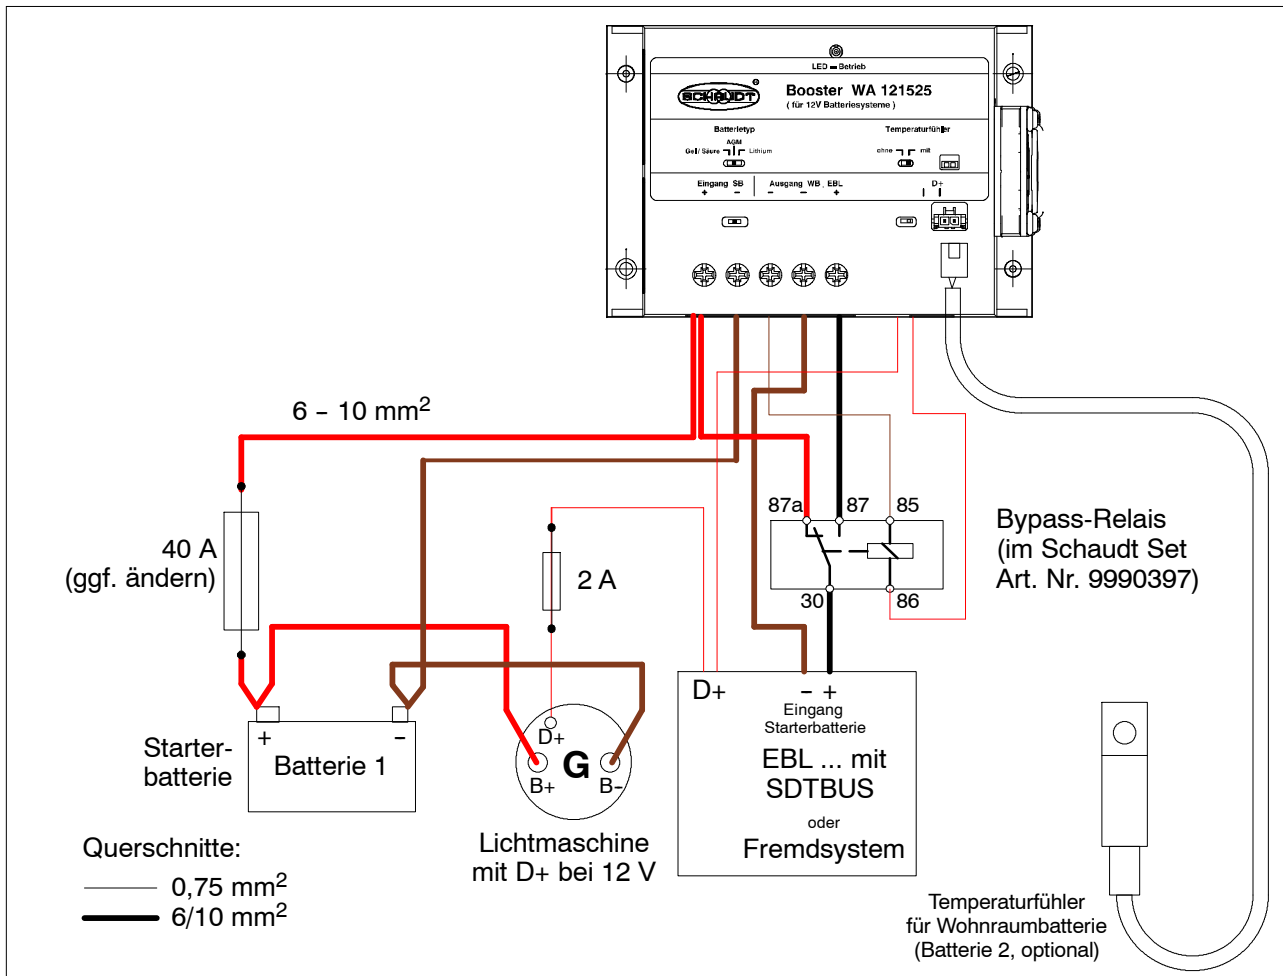

Bild 2 Fahrzeuge mit SDTBUS-Systemen oder Stromversorgungen ohne Schaudt EBL ...
▲ Der in Bild 2 mit dargestellte Temperaturfühler ist optional lieferbar. Durch den Anschluss dieses Fühlers wird die Ladung der angeschlossenen Wohnraumbatterie in Abhängigkeit von der Temperatur der Wohnraumbatterie gesteuert.
- ▶ Alle Kabelverbindungen gemäß Bild 2 herstellen. Dabei auf erforderliche Kabelquerschnitte und auf den richtigen Einbau der Sicherungshalter achten (geeignete Kabel sind im Fachhandel separat zu beziehen). Für den Anschluss des Relais die mitgelieferten Flachsteckhülsen verwenden. Sicherungen noch nicht in die Halter einsetzen.